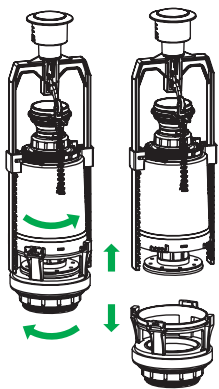

Рис. 8 / 8-сур.
1. Отсоедините седло клапана от клапана выпуска, как показано на рис. 8.
8. Установите выпускной клапан в седло клапана (рис. 8) в обратном порядке.
Для упрощения крепления бачка к унитазу можно отсоединить корпус выпускного клапана от седла клапана (рис. 8).